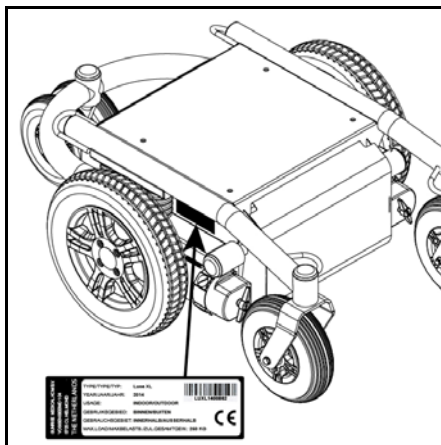

Figure 2.2
7. Plaque signalétique (fig. 2.2)